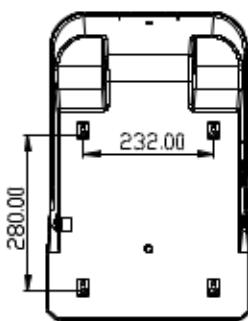
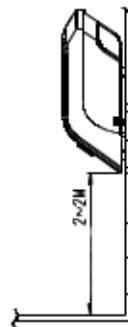

Fig 3
Fig 4
- ① Dimensiones como se muestra en la Fig. 3, instale cuatro clavijas en la pared (Pared de hormigón: Tornillos roscados Phi  $\varnothing 5 \times 80$  con tapón de goma inflado; Pared de madera: Phi  $\varnothing 5 \times 20$ ), Cuelgue el producto en la pared como se muestra en la Fig. 4.
- ① Dimensions as shown in Fig 3 , install four peg on wall(Concrete wall:Phi  $\varnothing 5 \times 80$  tapping screws with inflated rubber plug;Wood wall: Phi  $\varnothing 5 \times 20$  tapping screws),Hang product on wall as shown in Fig 4 .